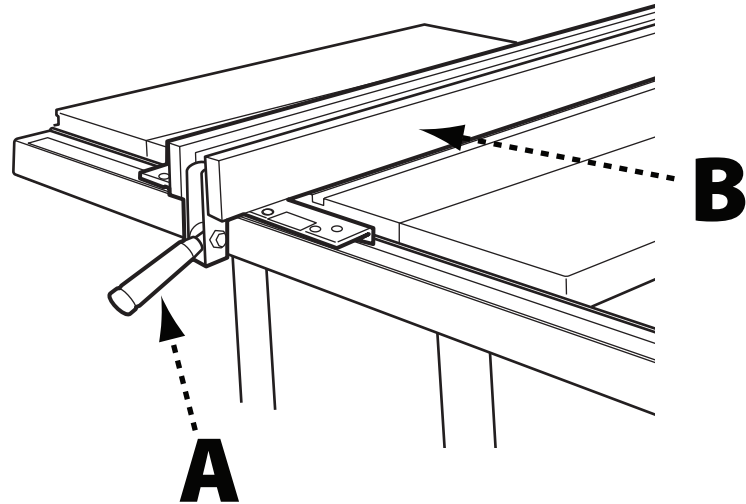

FIGURE 16
Lorsque le guide est en position contre le tube du guide et que le levier de serrage du guide (A) (Figure 16) est en position basse, l'assemblage de tube (B) ne devrait pas bouger. Si le guide bouge ou si le levier doit être abaissé en position de verrouillage, la tension sur le levier de serrage du guide doit être réglée. Faire comme suit: